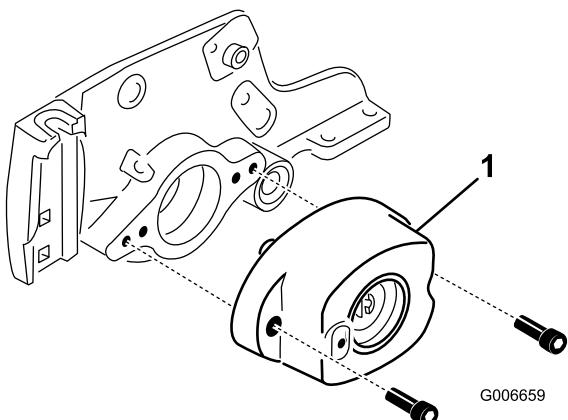

Bild 18
10. Entfernen Sie die zwei Schrauben, mit denen das Lagergehäuse an der Seitenplatte der Schneideeinheit befestigt ist (Bild 18).
11. Nehmen Sie das Lagergehäuse von der Seitenplatte ab (Bild 18).